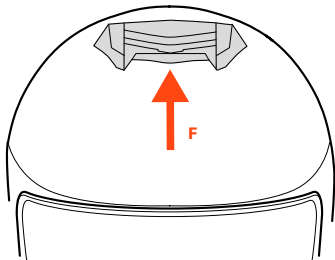

FIGURA 5
TOMA DE AIRE FRONTAL SUPERIOR – F – Figura 5/6
- Figura 5: toma de aire completamente cerrada.